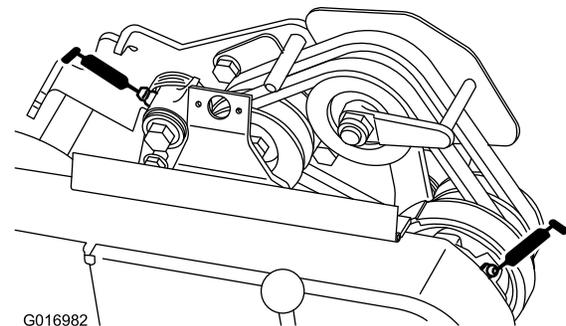

Figure 21
- 2 sur les pivots de renvoi de courroie (Figure 21).